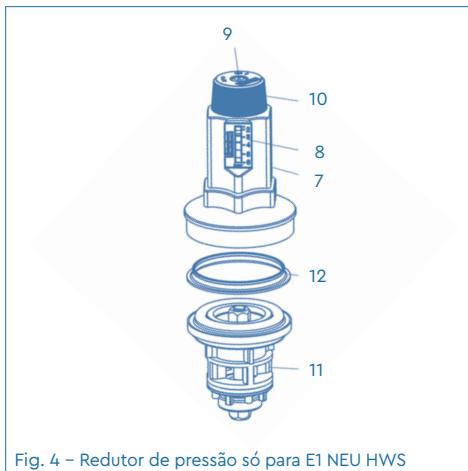

Fig. 4 - Redutor de pressão só para E1 NEU HWS
- Redutor de pressão (só para E1 NEU HWS, Fig. 4) formado por:**